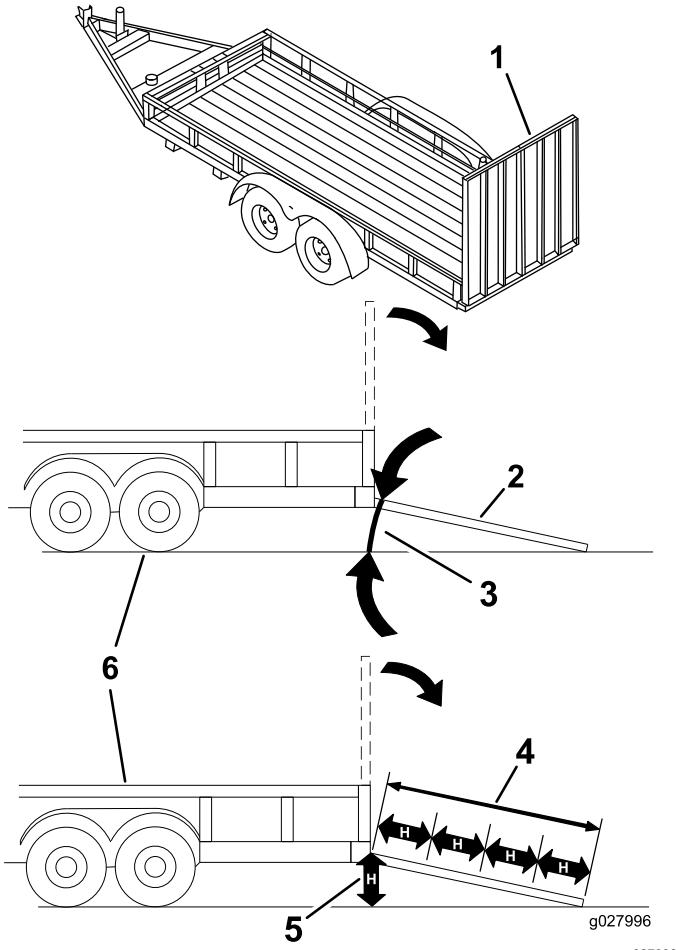

Figura 38
Quando si carica la macchina su un trailer o un autocarro si aumenta il rischio di ribaltamento, che può causare gravi ferite ed anche la morte (Figura 38).
3. Abbassate la rampa, assicurandovi che l'angolazione tra la rampa e il terreno non superi 15 gradi (Figura 38).
1. Abbassate la rampa, assicurandovi che l'angolazione tra la rampa e il terreno non superi 15 gradi (Figura 38).